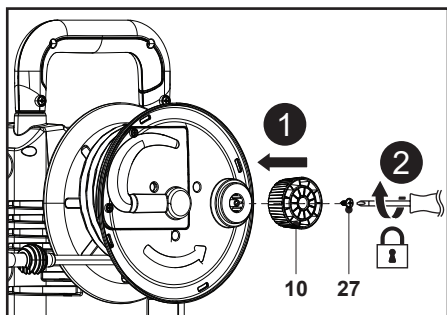

Fig. 3
1. Alinee el orificio de montaje del mando del enrollador de manguera (10) con su soporte en la máquina y, a continuación, utilice un destornillador de estrella adecuado (no suministrado) para fijar la conexión con el tornillo (ST4,8 x 16) (27) (Fig. 3, pasos 1 y 2).